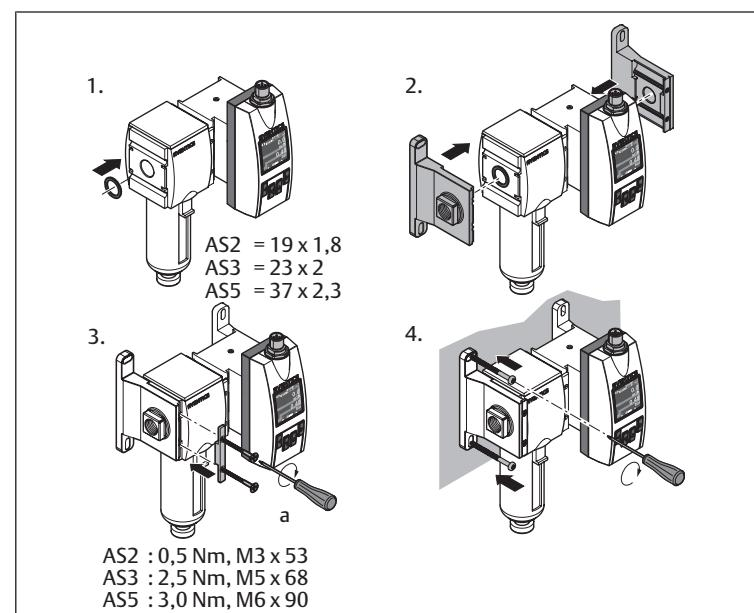

Fig. 6: Montaggio con set per il montaggio in batteria | W05
- Montaggio con set per il montaggio in batteria (senza gruppo di trattamento dell'aria): vedere → Fig. 6.